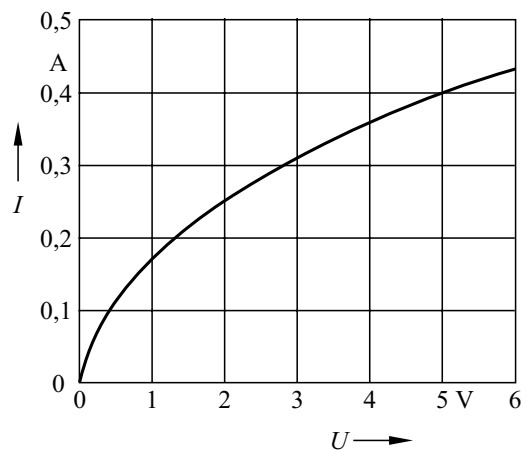

Bild 2.10 Darstellung der  $I$ - $U$ -Kennlinie einer Glühlampe im 1. Quadranten (Verbraucher-Pfeilsystem)
Wenn eine  $I$ - $U$ -Kennlinie *zentralsymmetrisch* (d.h. symmetrisch zum Nullpunkt) ist, dann genügt ihre Darstellung im 1. Quadranten. Dies ist z. B. bei der Glühlampe der Fall (Bild 2.10).
**2.3(1)** Berechnen Sie den Widerstand einer Glühlampe (Bild 2.10) für mehrere Spannungswerte und zeichnen Sie die Kennlinie  $R = f(U)$ .